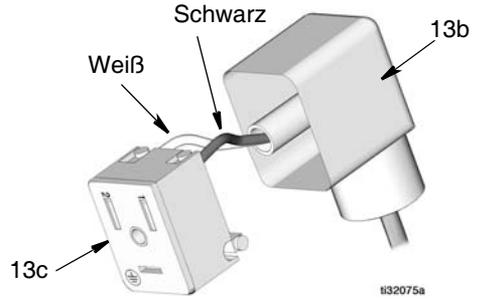

ABB. 9
- Das andere Ende des Anschlusskabels in die Mini-DIN-Magnetschalterverbindung einführen. Leitung (schwarz) mit der Klemme 1, Neutral (weiß) mit Klemme 2 verbinden (ABB. 9).
- Halteplatte (13c) am DIN-Stecker wieder anbringen (ABB. 9).